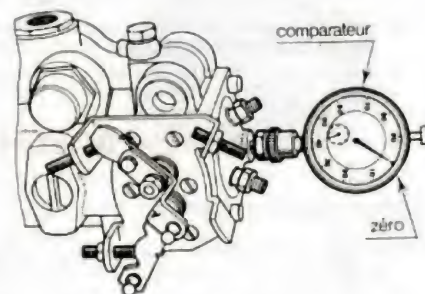

Fig. 18.
- Rechercher le P.M.B. du piston de pompe à l'aide du comparateur, puis **régler le cadran à zéro** (fig. 18).
- Chercher le P.M.B. du piston de pompe, puis mettre le comparateur à zéro (fig. 18).